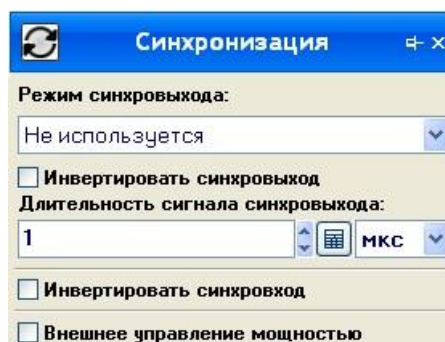

Рисунок 7.5 – Вкладка «Синхронизация»
7.5.1 Установка параметров синхронизации осуществляется во вкладке «Синхронизация» (рисунок 7.5).